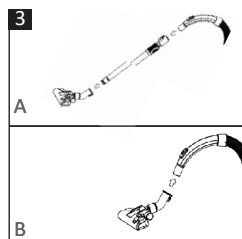

Рис. 3
- Насадки для прибирання (1, 2, 4, 5, 16 і 17) можна прикріпити до нижнього кінця телескопічної труби (20) (рис. 3А) або ручки шланга (7) (рис. 3В).